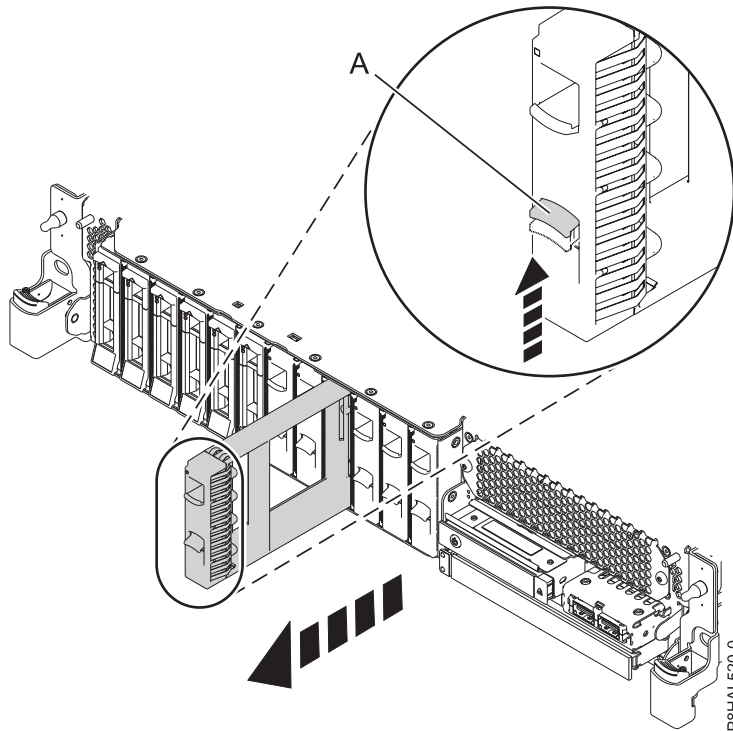

Figura 39. Extracción del panel de relleno de unidad de disco de un sistema
3. Empuje el pestillo **(A)** en el asa del panel de relleno en la dirección que se muestra en la Figura 39 en la página 52.